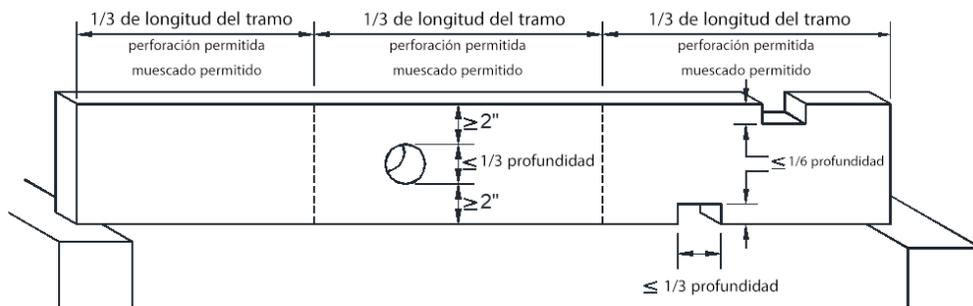

FIGURA 8: PERFORACIÓN Y MUESCADO DE VIGAS
- El taladrado y muestado 2x en la madera debe cumplir con FIGURA 8. Las vigas en voladizo (que sobresalen) no pueden tener muescas.